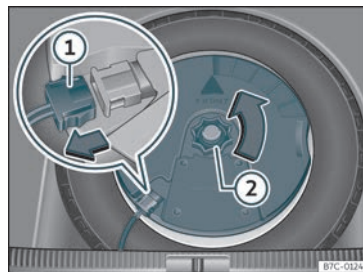

Fig. 198 Nel bagagliaio: smontare il subwoofer.
- Scollegare il cavo dell'altoparlante *subwoofer*»» **fig. 198** ①.
- Ruotare la manopola di fissaggio in senso antiorario»» **fig. 198** ②.